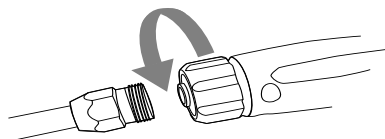

Figure 2-13. Raccorder la lance
1. Voir Figure 2-13. Raccorder la lance au pistolet pulvérisateur et serrer à la main.